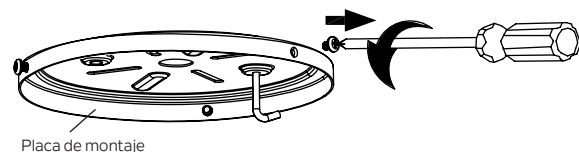

Figura 10
**Paso 1.** Quite uno de los tres tornillos de la placa de montaje y guárdelo para su uso posterior. Afloje los otros dos (no los quite). (Figura 10)